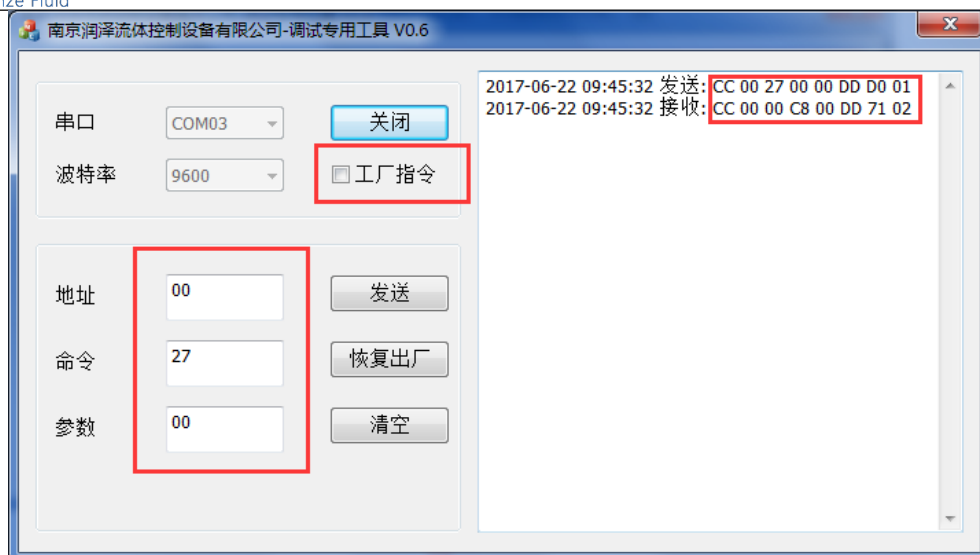

图 9
- 3、当接收信息正确后，取消已勾选的工厂指令（如图 9）
4、查询已设定的速度，在命令行输入设定速度的代码 27，在参数行输入参数为 00（输入其他时，返回信息会显示为 02 参数错误）（如图 9），点击发送按钮，接收信息如图 9 所示即为正确